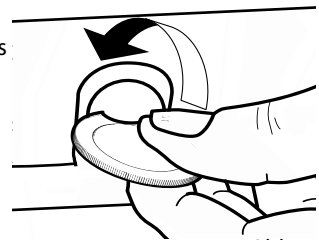

Abb. 4
1. Die Schrauben und die dazugehörigen Scheiben rechts und links mit Hilfe einer Münze oder eines Werkzeugs (Abb. 4) entfernen.